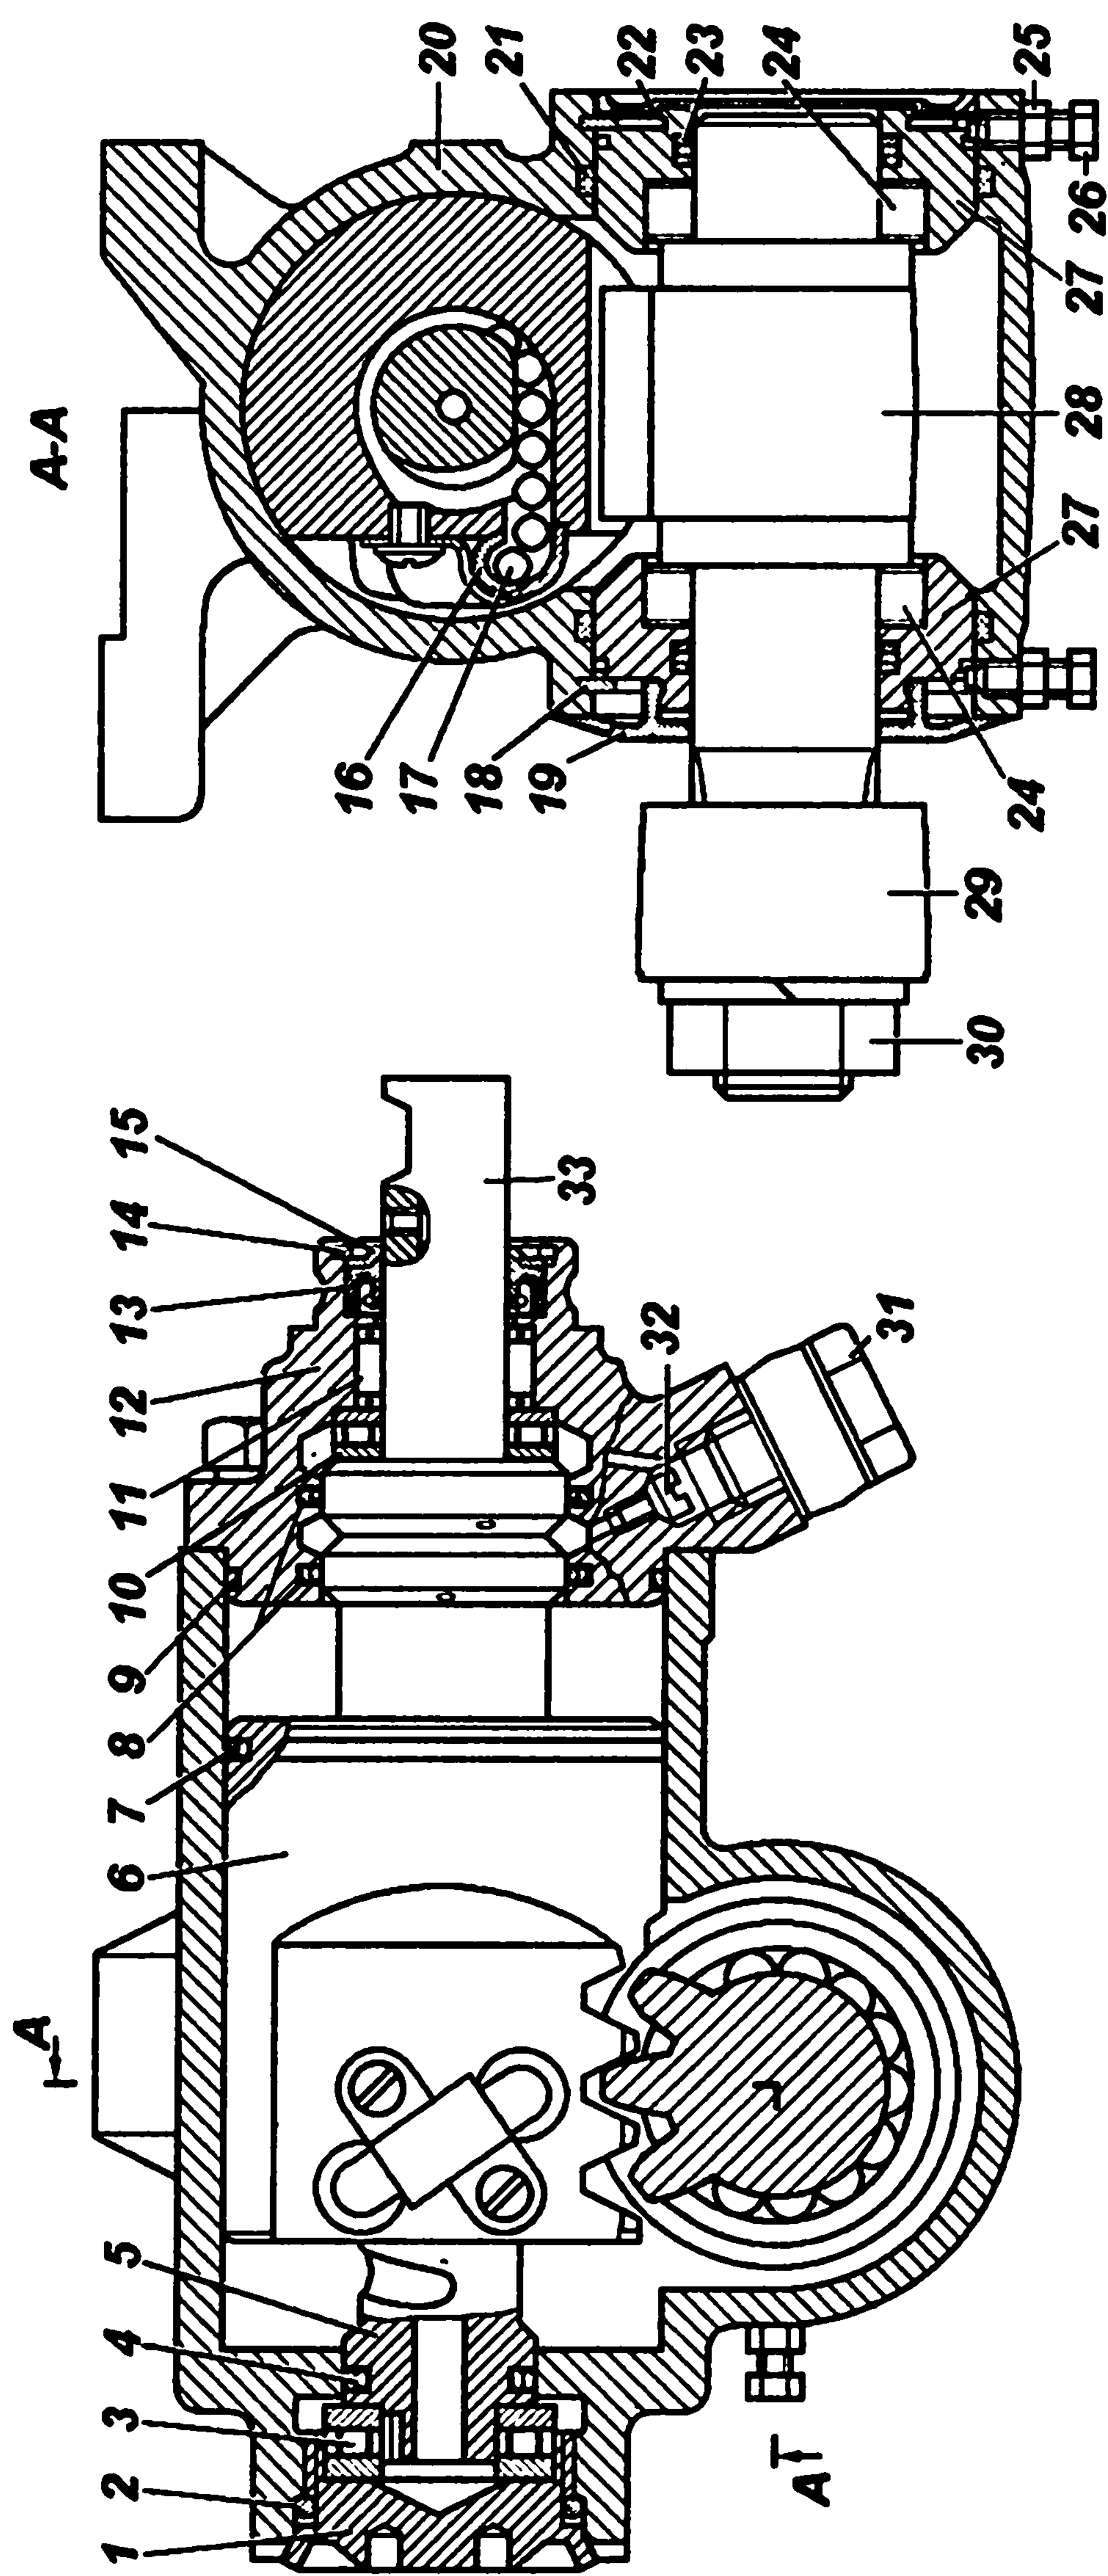

Рис. 96. Рулевой механизм с гидроусилителем:
1. Закрепить рулевой механизм в тисках так, чтобы нагнетательное и сливное отверстия (отверстия под штуцеры) были внизу. Поворачивая вручную вал-золотник 33 (рис. 96), слить масло из механизма.